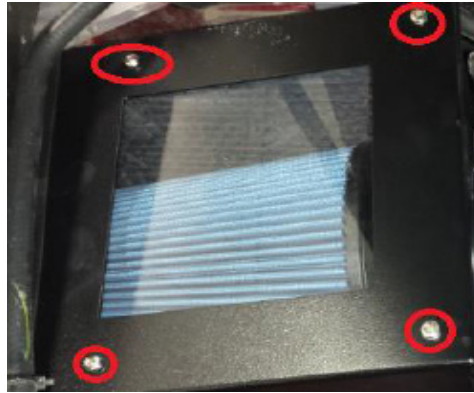

Figure 8
8. Retirer le papier protecteur du couvercle de boîte à air et poser le couvercle de boîte à air avec les fixations quart de tour encrclés dans la figure 8.